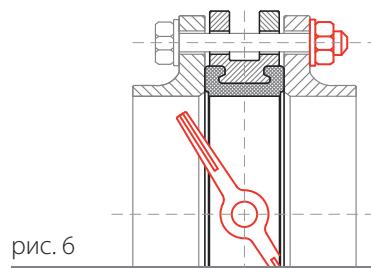

рис. 6
7. Затяните болты (шпильки) так, чтобы фланцы и корпус (металлическая часть) затвора соприкоснулись. Затяжка болтов на межфланцевых соединениях должна быть равномерной по всему периметру. Медленно закройте и откройте дисковый поворотный затвор. Если установка затвора была проведена правильно, затвор должен свободно открываться и закрываться (рис. 6).